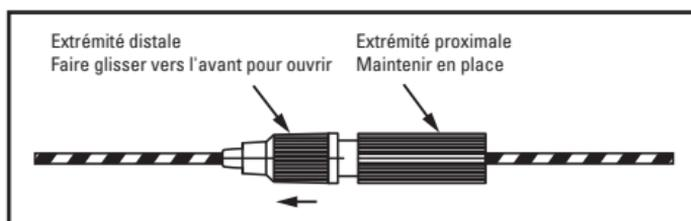
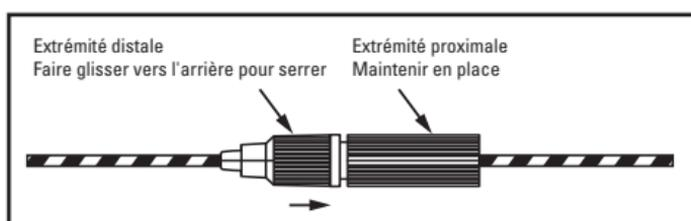

Figure 1. Pince à torsion
Figure 2. Pince à torsion
6. Pour bien garder en main le guide à extrémité oblique, enfiler l'extrémité proximale de celui-ci dans l'extrémité effilée de la pince à torsion. Pour ouvrir celle-ci, faire glisser l'extrémité distale effilée vers l'avant (voir Figure 1).
7. Serrer la pince à torsion sur le guide jusqu'à ce qu'elle maintienne fermement ce dernier. Pour ce faire, maintenir en place l'extrémité proximale de la pince à torsion. Faire glisser l'extrémité distale effilée vers l'arrière pour pousser les deux extrémités l'une contre l'autre et serrer la pince sur le guide (voir Figure 2). Pour desserrer la pince à torsion, effectuer les étapes ci-dessus dans l'ordre inverse (voir Figure 1).